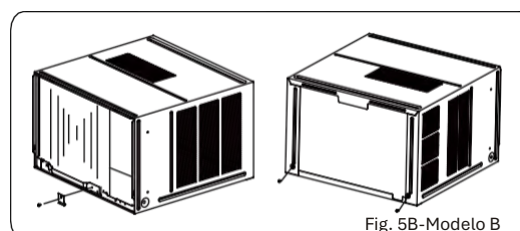

Fig. 5B-Modelo B
1. Retire um parafuso que fixa o suporte de fixação da estrutura e, em seguida, desmonte o suporte de fixação da estrutura. Retire os dois parafusos localizados na parte de trás do armário, como indicado na Fig. 5B.